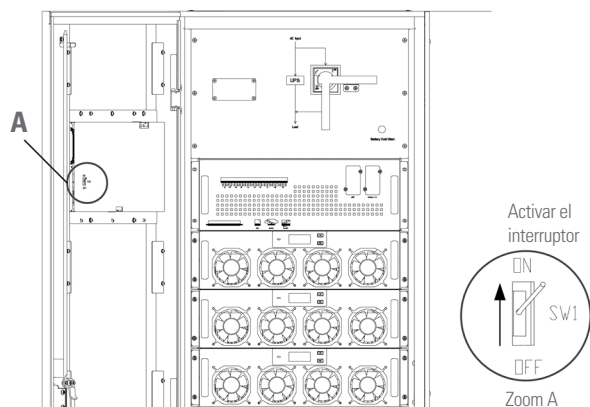

Fig. 58. Activación de la transferencia manual de modo Normal a modo Bypass
2. Pulse y mantenga el botón BYP del panel de control durante más de dos segundos para transferir a modo Bypass. Esto precisa de la activación del interruptor situado detrás de la puerta frontal, tal como muestra la Fig. 58.